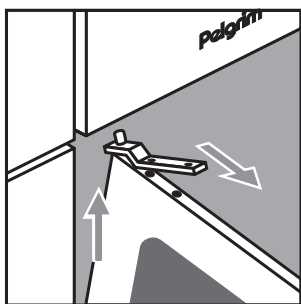

fig. 9a
- Demonteer het bovenscharnier door de 2 schroeven eruit te draaien. Til de deur uit het onderscharnier (zie fig. 9a).